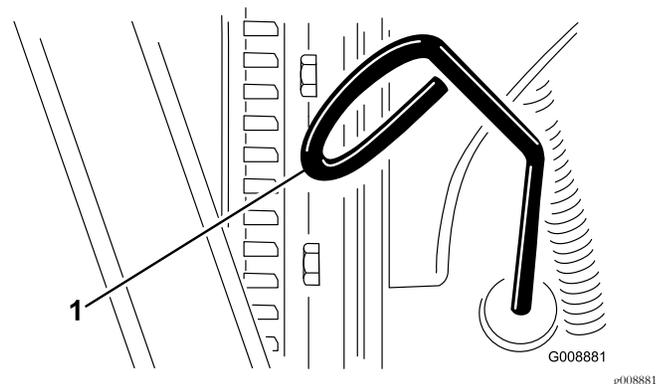

Figura 37
2. Retire la varilla (Figura 37) y límpiela con un paño limpio.